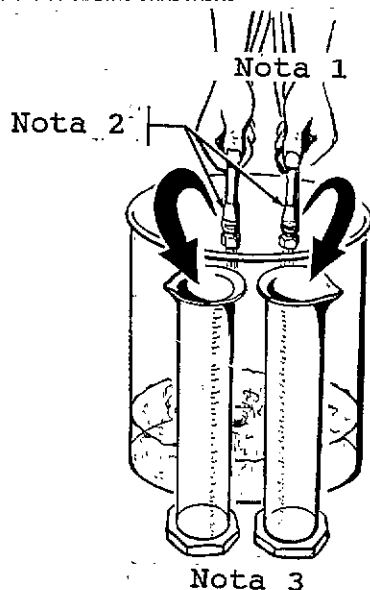

Fig. 4
1. Desconectar las mangueras de fluido de las válvulas de entrada del mezclador, anotando a qué válvula se conecta cada una de las mangueras. A continuación, introducir los extremos de las mangueras en un contenedor y colocar junto a este último dos probetas graduadas del mismo tamaño. Ver Fig. 4.